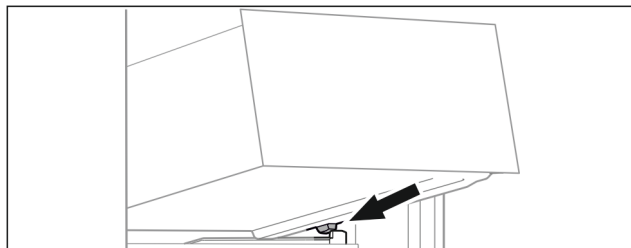

Fig. 65
- ▶ Поставете чекмеджето под ъгъл зад ограничителите върху реброто на съда. (виж Fig. 65)